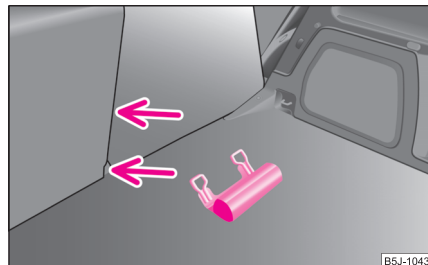

Fig. 77 Suport pentru fixare
- Împingeți suportul de fixare ⇒ fig. 77 din spate, între suprafața de șezut și spătar, îndreptați apoi spătarul în poziție verticală. ►